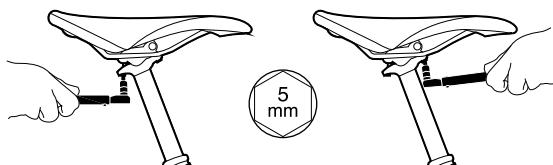

Abb. 9. Schrittweises Anziehen/Lösen der Klemmschrauben
- 1.** Lösen Sie mit einem 5-mm-Inbusschlüssel die zwei Schrauben, mit der der Sattel an der Sattelstütze befestigt ist, bis der Sattel einfach bewegt werden kann, siehe Abb. 9.